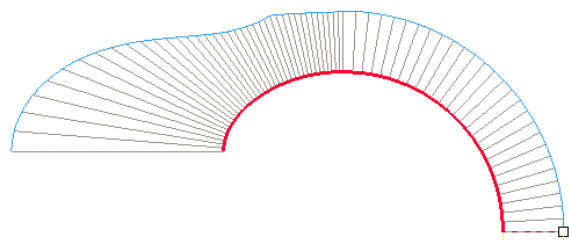

Figure 6 : Continuité en courbure
- Dans la figure 6 une spline est connectée en courbure sur l'arc R10 (pas de variation brutale du rayon de courbure)